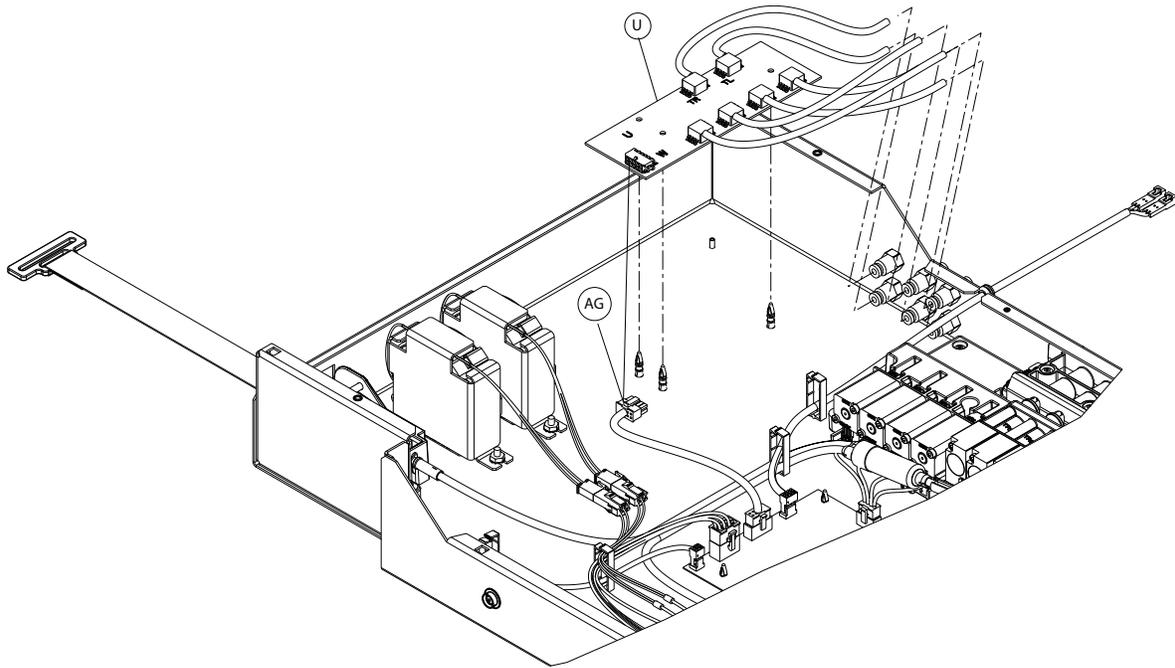

Figure 23 – Circuit du capteur
3. Débrancher le câble SPI (AG) du circuit du capteur (U) (Figure 23).
4. À l'aide d'une pince à becs fins, soulever le circuit du capteur (U) suffisamment pour le débrancher des trois entretoises en plastique.